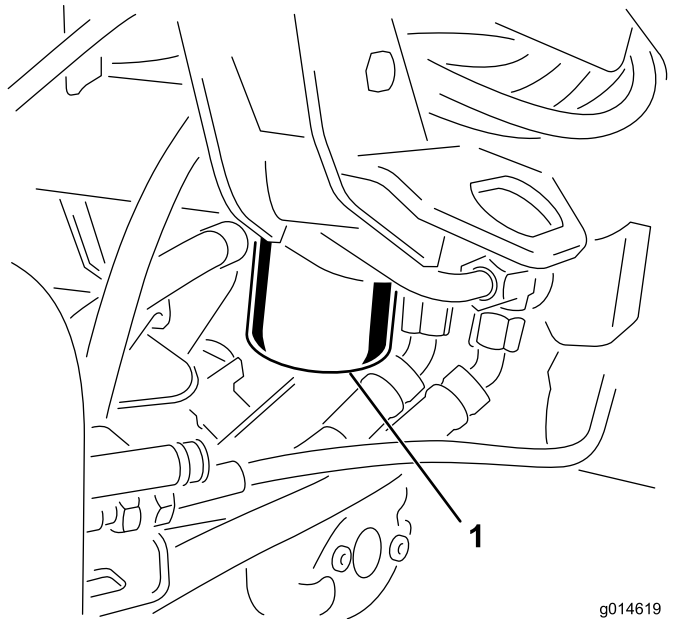

Figura 58
1. Pulite la superficie circostante il filtro (Figura 58). Collocate una bacinella di spurgo sotto il filtro e togliete il filtro.